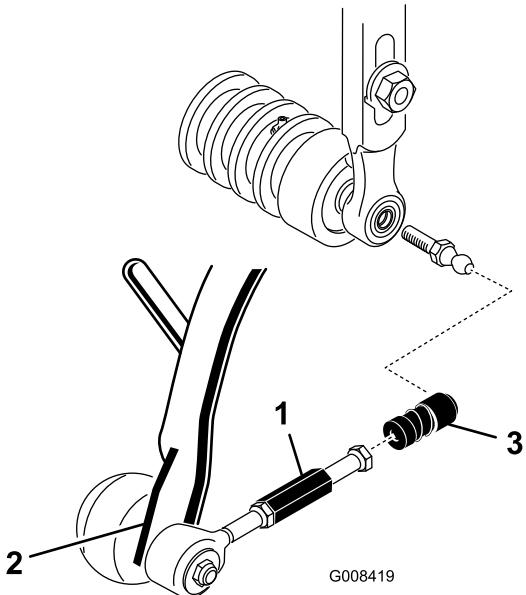

Figura 17
- Fate scorrere il manicotto su ogni alloggiamento del giunto a sfera e agganciate l'alloggiamento al prigioniero a sfera dell'apparato di taglio (Figura 17).